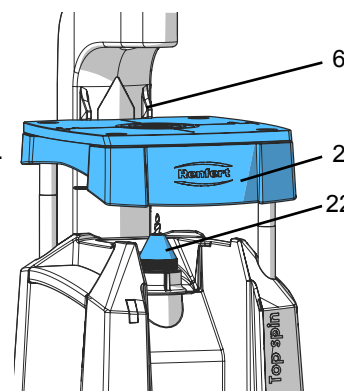

Fig. 8
- ⇒ Apasati sistemul de blocare a axului (7, Fig.1) si rotiti suportul de fixare a burghiului (22, Fig. 8) pana cand sistemul de blocare a axului se aseaza la locul lui.